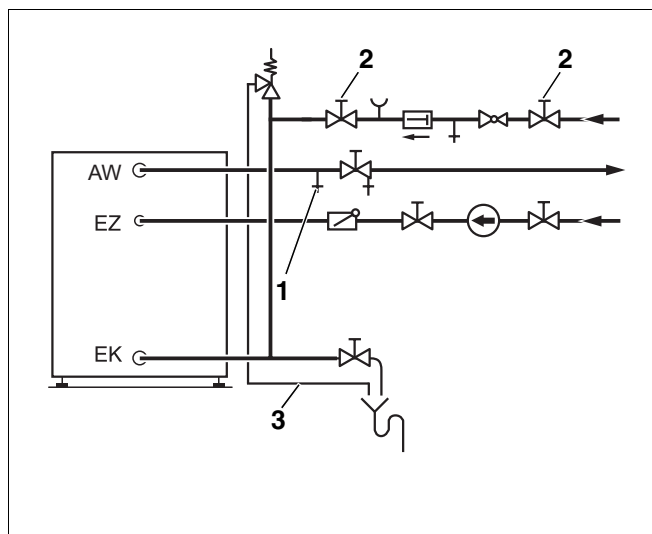

Рис. 13 Монтаж по DIN 1988 (принципиальная схема)
- Для удаления воздуха из бака-водонагревателя открыть вентиль продувки и выпуска воздуха (рис. 13, **поз. 1**) или наиболее высоко расположенный водоразборный кран.
- Для заполнения бака открыть запорный вентиль на входе холодной воды ЕК (рис. 13, **поз. 2**).
- Перед нагревом проверить заполнение водой отопительного котла, бака-водонагревателя и трубопроводов. Для этого открыть вентиль для продувки и выпуска воздуха (рис. 13, **поз. 1**).
- Держите постоянно открытым дренажный трубопровод предохранительного клапана (рис. 13, поз. 3).
- дренажная линия предохранительного клапана (рис. 13, стр. 14) должна быть постоянно открытой.